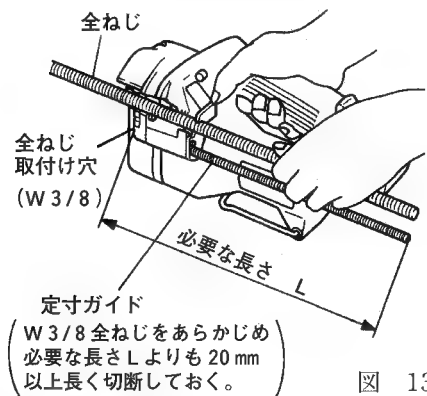

図 13
- (1) あらかじめ、W 3/8 全ねじを必要な長さより 20 mm 以上長く全ねじを 1 本切断し、これを定寸ガイドとして使用します。
- (2) 定寸ガイドの全ねじを本体のブラケット(B)に設けられた全ねじ取付け穴にねじ込みます。(図13)